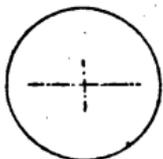

Fig. 139.
**Circonférence.** — Ligne courbe dont tous les points sont également éloignés d'un point intérieur qu'on nomme centre (fig. 139).